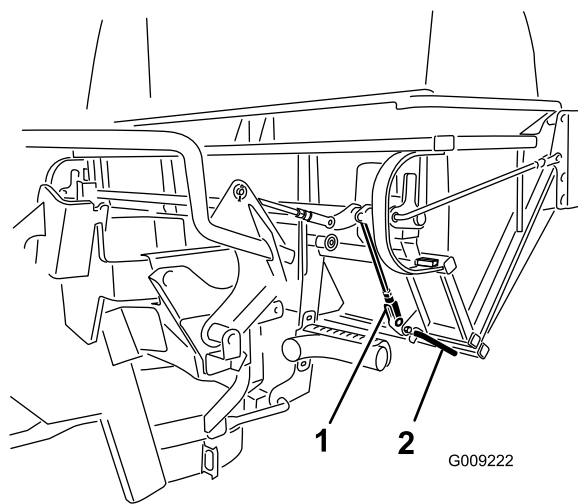

Figure 50
4. Assurez-vous que les verrous sont complètement engagés et touchent la tige soudée à la trappe (Figure 50).